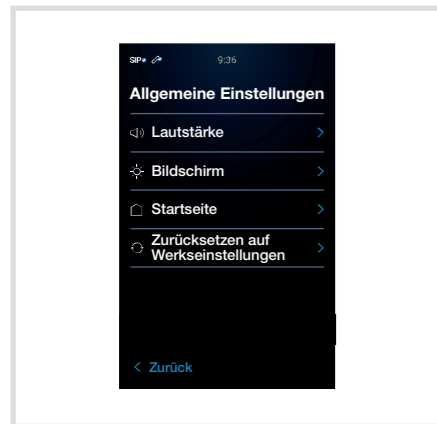

Bild 34: Allgemeine Einstellungen
- zu ändernde **Allgemeine Einstellung** auf dem Touch-Display wählen (Bild 34) und den Anweisungen auf dem Display folgen.